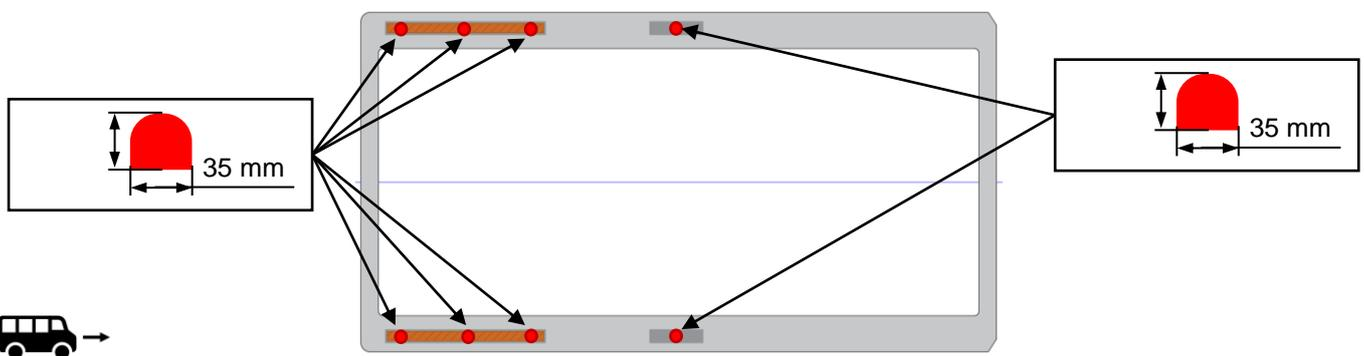
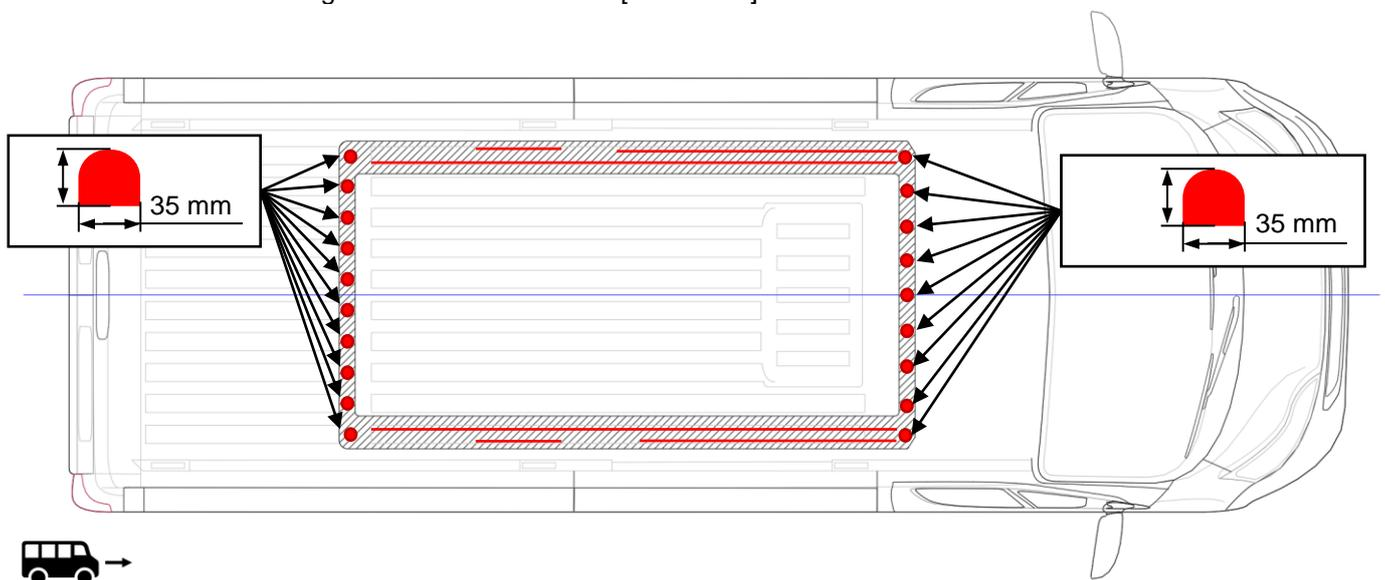

Abb. 3-11: Klebstoffauftrag auf dem GFK-Rahmen [A0004005]
Abb. 3-12: Klebstoffauftrag auf dem Fahrzeug [A0004005]
- Sikaflex auf den GFK-Rahmen (s. Abb. 3-11) und das Fahrzeug (s. Abb. 3-12) auftragen.